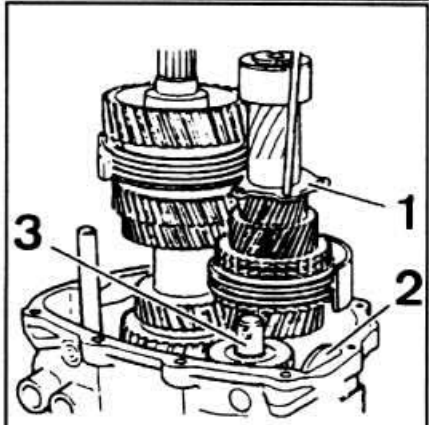

Рис. 6-22. Положение деталей перед соединением задней крышки с картером КП:
- Установить пластину 1 (рис. 6-22) на шестерню II передачи.